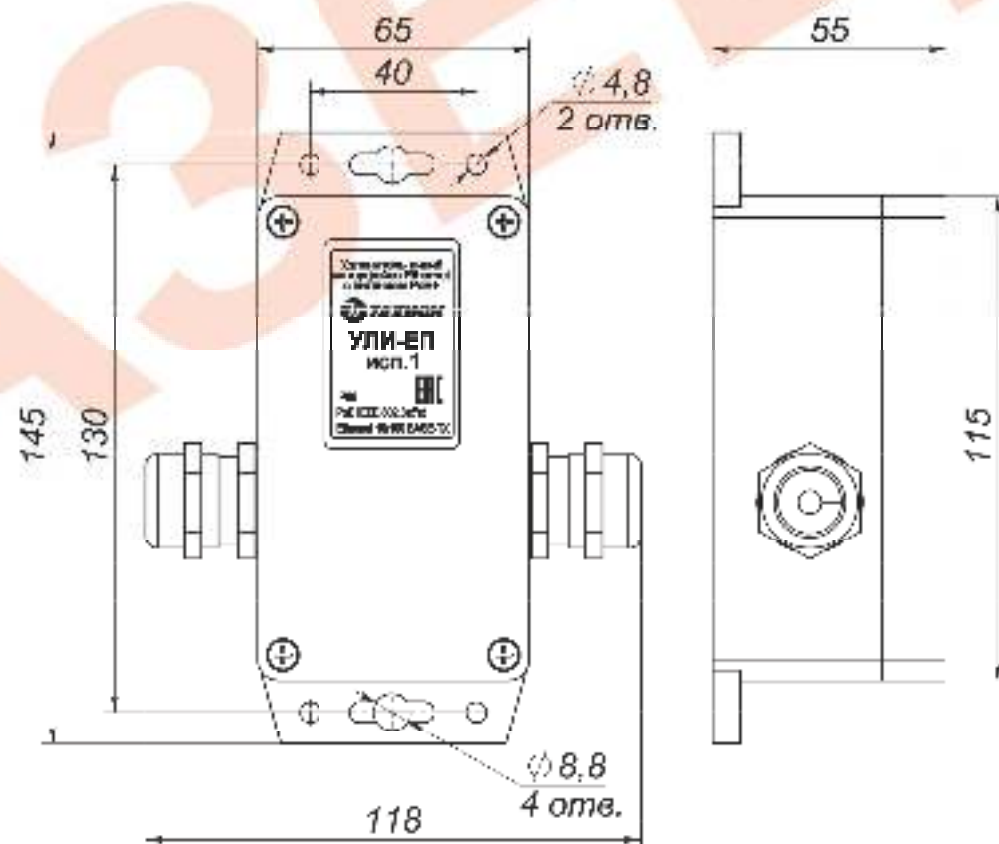

Рис.2 Внешний вид и габаритно-установочные размеры
* Размер с гермовводами (см. рис.2).
2. Габаритные и установочные размеры приведены на рис.2.